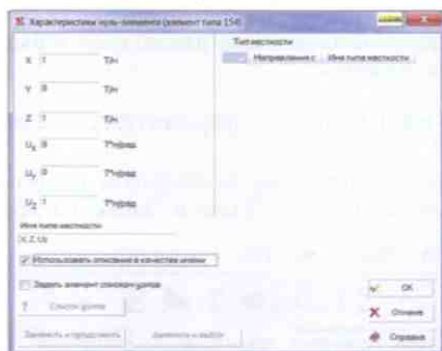

Рис. 6.4-2. Диалоговое окно **Характеристики нуля-элемента**
- активировать операцию и в появившемся диалоговом окне (рис. 6.4-2) указать, по каким направлениям местной системы координат элемента запрещаются или задаются перемещения (направление указывается числом, большим нуля, в соответствующем поле ввода);